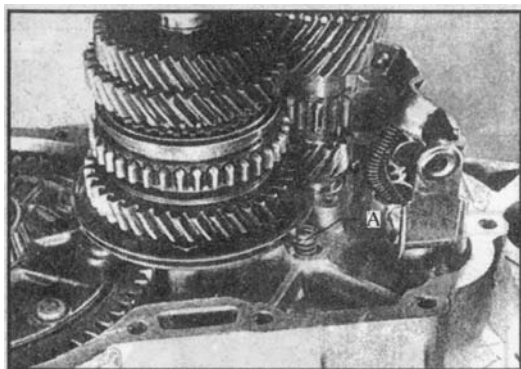

图 4-37 安装变速器（六）
(6) 安装叉轴时，注意将叉轴平衡弹簧放入离合器壳体的叉轴孔，如图 4-37 所示。